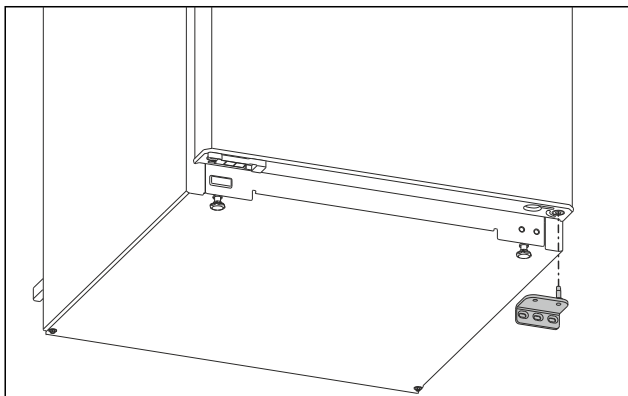

Fig. 5
- Vegye le lefelé a csapágybakot. (lásd Fig. 5)